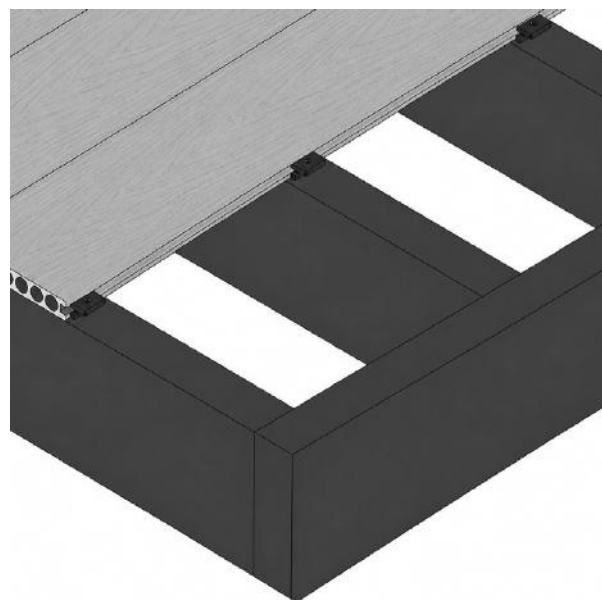

FIG. 7 - RÉPÉTEZ JUSQU'À CE QU'IL NE RESTE QUE LES DEUX DERNIÈRES LAMES
- 06 Répétez les étapes 2-5 jusqu'à atteindre les 2 dernières lames (fig. 7). La dernière lame peut être fixée de 1 des 2 façons décrites dans la section suivante.